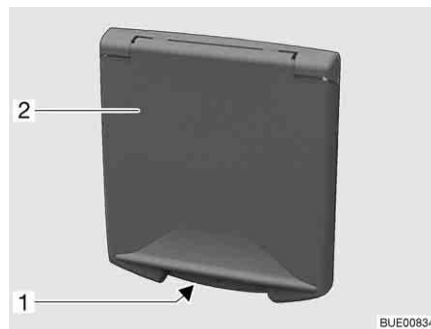

Bild 34 Trycklås servicelucka
- Stick in nyckeln i låscylindern i trycklåset (Bild 34,1) och vrid ett kvarts varv. Trycklåset är låst.